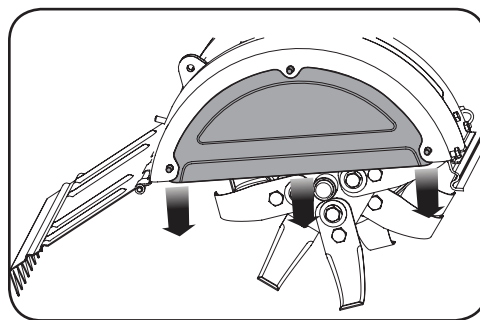

Figura 5-6
2. Saque el cubierto de los dientes de la máquina por el base. Vea la Figura 5-6.